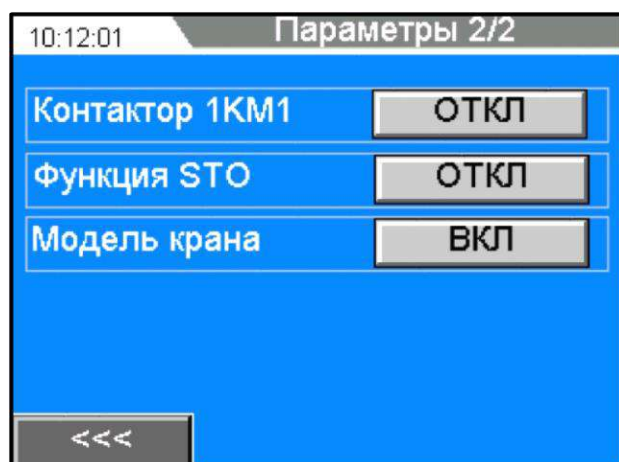

Рисунок 9 – Окно «Параметры 2/2» в ПЛК №1
10.12.57. Перейдите на панели ПЛК №1 в окно «Параметры 2/2» и включите управление контактором 1KM1, нажав на кнопку напротив надписи «Контактор 1KM1» (смотрите рисунок 9). На данной кнопке появится надпись «ВКЛ». В этом же окне ПЛК №1, убедитесь, что функция STO отключена
«Контактор 1KM1». На данной кнопке появится надпись «ОТКЛ» (смотрите рисунок 9). В этом же окне ПЛК №1, включите функцию STO, нажав на кнопку напротив надписи «Функция STO». На данной кнопке появится надпись «ВКЛ» (смотрите рисунок 9). Убедитесь, что модель крана отключена (кнопка напротив надписи «Модель крана»).